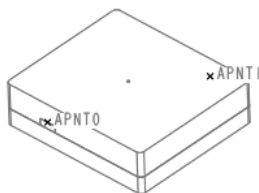

图 31.58 基准点
Step3. 创建参考点 APNT1 (图 31.58)。单击 **模型** 功能选项卡 **基准** ▾ 区域中的“创建基准点”按钮 ，系统弹出“基准点”对话框；在模型中选择图 31.58 所示的模型边线 2，然后在“基准点”对话框 **偏移** 后的文本框中输入值 0.5；在类型下拉列表中选择 **比率** 选项，单击 **确定** 按钮。